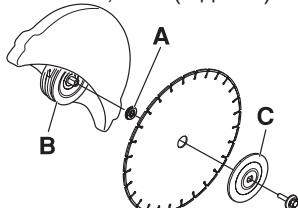
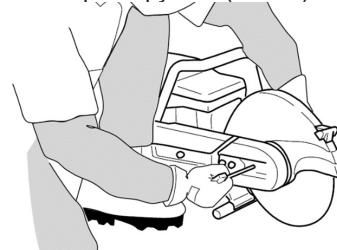

Рис. 4 Установка отрезного диска
Рис. 6 Блокировка вращения диска
- Проверьте переходник А шпинделя (Рис. 4). Переходник используется для установки в центральное отверстие отрезного диска. Бензорез поставляется с переходником, который можно перевернуть для установки диска с центральными отверстиями 20 мм или 25,4 мм (1 дюйм).
- Установите отрезной диск. Для этого поместите диск на переходник А между внутренней шайбой В и прижимной шайбой С (Рис. 4). Установите болт крепления отрезного диска, не затягивая его. Заблокируйте вращение диска. Вставьте стопор в отверстие режущего узла и поверните диск, пока он не зафиксируется (Рис. 6).